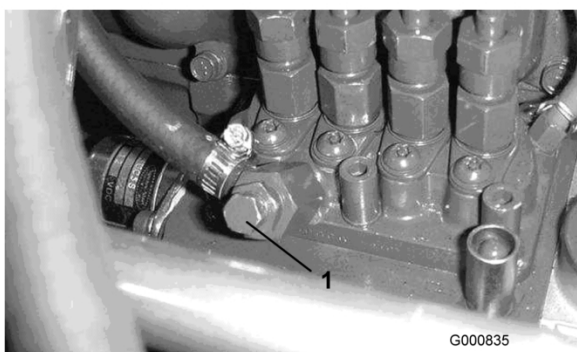

Figure 24
5. Desserrez la vis de purge sur la pompe d'injection (Figure 24).